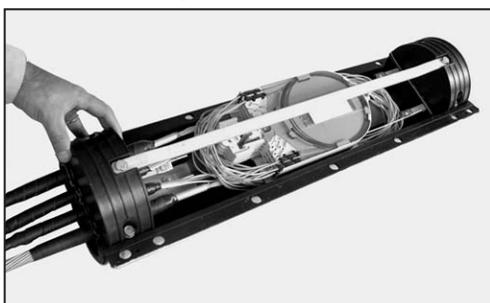

Figura 60
18.2 Coloque la tapa inferior (lado que no tiene la entrada de la válvula) (Figura 60).